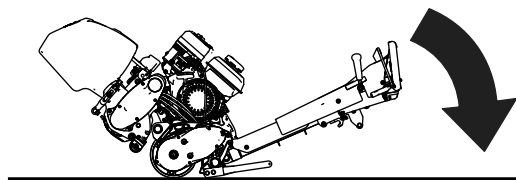

Рисунок 12
2. Гайка регулювального гвинта нерухомого ножа (2)
- Якщо різальний блок встановлений на машині, опустіть ручку тягового блока на землю (**Рисунок 12**).